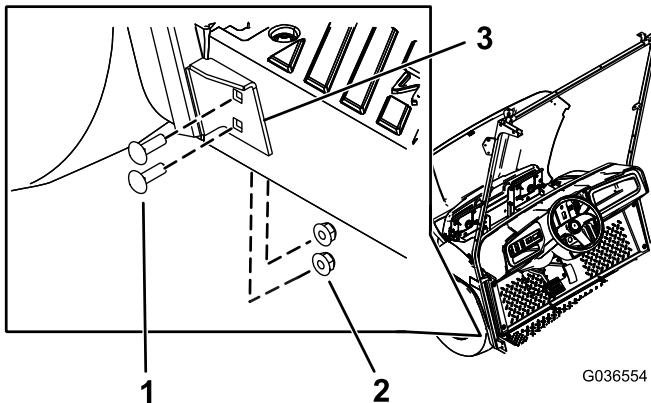

Рисунок 6
- Прикрепите нижний кронштейн опоры ветрового стекла к левой стороне машины при помощи 4 каретных болтов (5/16 x 1 дюйм) и 4 фланцевых гаек (5/16 дюйма), используя отверстия, просверленные при выполнении пункта 2 (Рисунок 6).